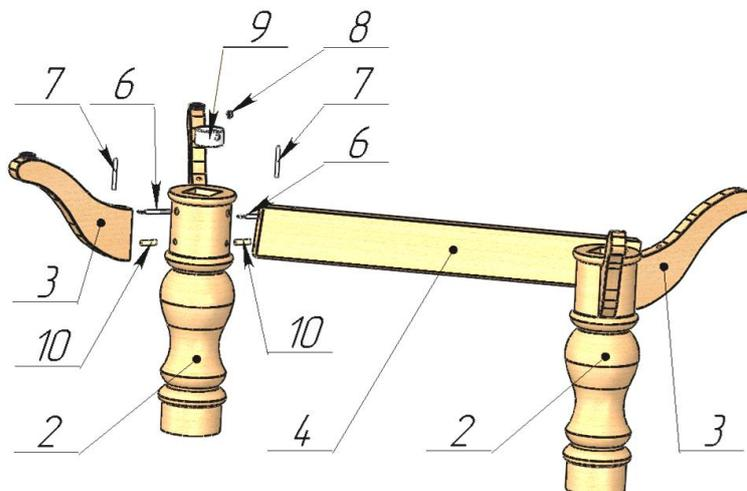

Рис. 1.
- 3.1 Определить места крепления опор (3) и проножки (4) к ногам (2) см. рис. 1.
- 3.2 Вставить шпильки (6) плоским концом с отверстием под штифт в боковые отверстия опор и проножки. В нижние отверстия опор и проножки вставить штифты (7) так, чтобы они попали в отверстие шпильки (6) рис.1.
- 3.3 Вставить кольца металлические (9) в отверстие расположенные в нижней части ног (2) рис.1.
- 3.5 Закрепить шпильки (6) изнутри колец металлических (9) гайками (8) не наживляя их до конца рис.1.